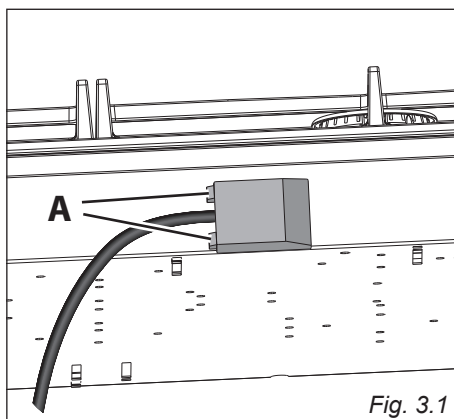

Fig. 3.1
- Løsn dækslet til tilslutningsboksen ved at indsætte en flad skruetrækker i krogene "A" (fig. 3.1).